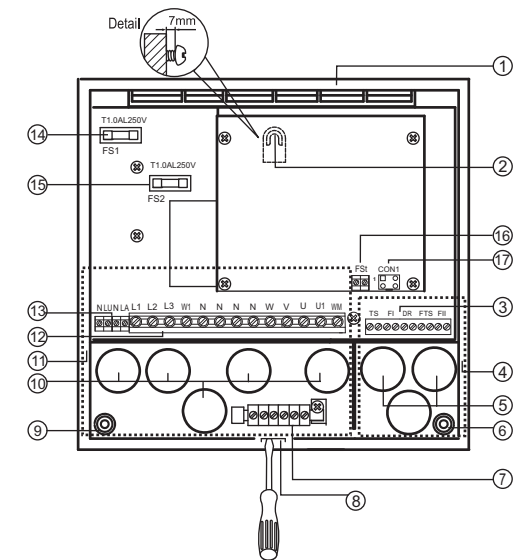

Abb. 6 Montage Leistungsteil
1. Drücken Sie vorsichtig mit einem Schlitzschraubendreher auf (Abb. 6 / Pos. 8) und entfernen Sie die Abdeckung.
2. Schrauben Sie an der gewünschten Montageposition des Leistungsteils die beiliegende Schraube fest und berücksichtigen Sie dabei einen Abstand von 7 mm zwischen Kabinenwand und Schraubenkopf (siehe Detail in Abb. 6).
3. Hängen Sie das Gehäuse an die montierte Schraube (siehe Abb. 6 / Pos. 2).
4. Schrauben Sie nach Abschluss des elektrischen Anschlusses (siehe Kapitel 5.1) die beiden Schrauben in (Abb. 6) Pos. 6 und Pos. 9 ein.
Sofern ein Türkontaktschalter verwendet wird, ist dieser gemäß den Anweisungen des Herstellers zu montieren. Der Anschluss des Türkontaktschalters erfolgt an die Klemmen DR (siehe Abb. 6 / Pos. 3). Werkseitig ist an der Klemme „DR“ eine Brücke montiert.
Sofern ein Schalter zur Auslösung eines Fernstarts verwendet wird, ist dieser an die Klemme „Fst“ (siehe Abb. 6 / Pos. 16) anzuschließen.